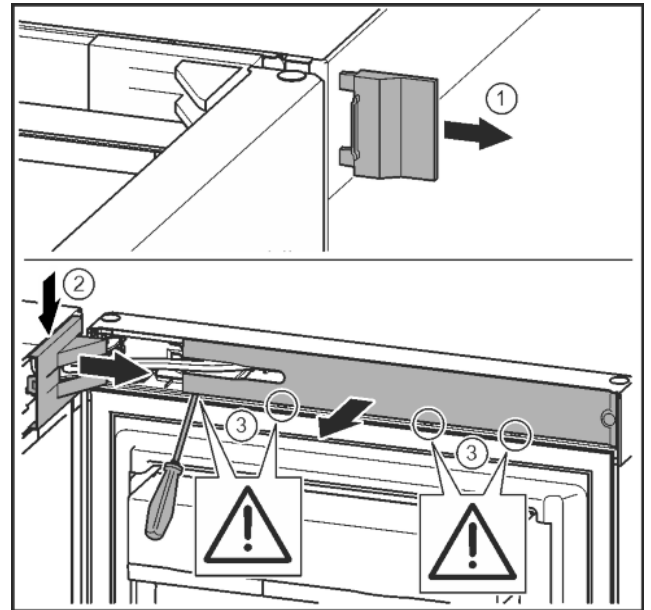

Fig. 8
- ▶ Togliere la copertura esterna. Fig. 8 (1)
- ▶ Sganciare e staccare la copertura del blocco di supporto. Asportare la copertura del blocco di supporto. Fig. 8 (2)
- ▶ Con un cacciavite liberare la mascherina e girarla lateralmente. Fig. 8 (3)